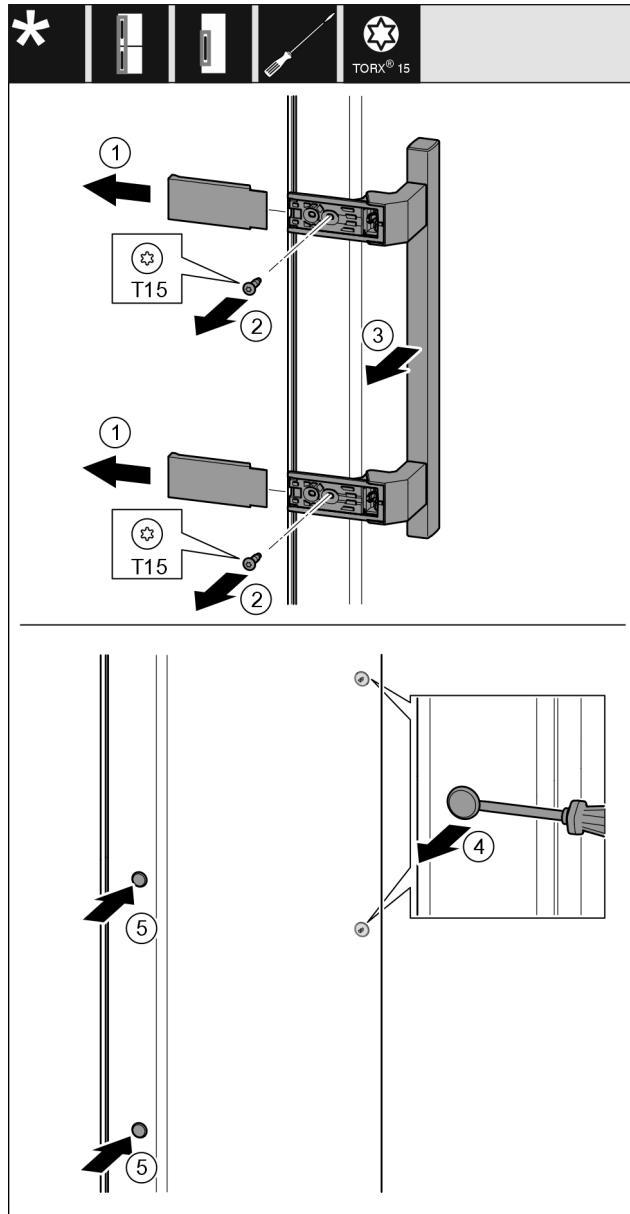

Fig. 34
- Зніміть кришку Fig. 34 (1).
- Викрутіть гвинти Fig. 34 (2) за допомогою викрутки.
- Зніміть ручку Fig. 34 (3).
- За допомогою шліцевої викрутки обережно підійміть та витягніть бокові пробки Fig. 34 (4).
- Знову вставте пробки Fig. 34 (5) з іншого боку.